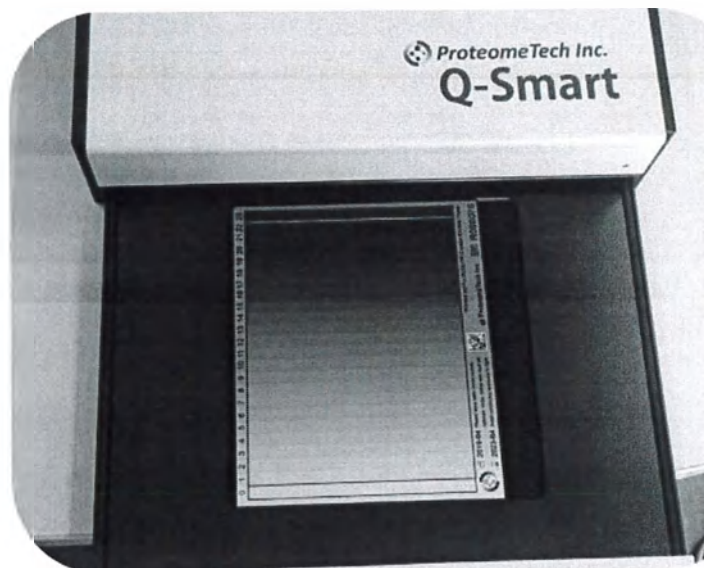

Рисунок 21
7.18.2 Калибровочную карту следует поместить в поле измерения, не прикасаясь к её серым полям (Рисунок 21).